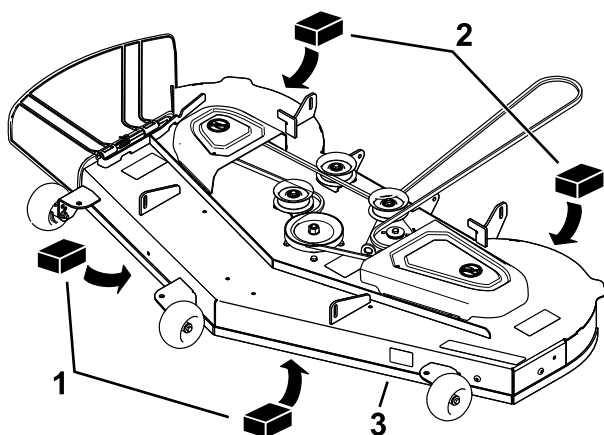

Figure 61
- Placez deux cales de 6,6 cm (25/8 po) d'épaisseur chacune sous chaque côté du bord avant du tablier de coupe, mais pas sous les supports des galets anti-scalp (Figure 61).
- Placez deux cales de 7,3 cm (27/8 po) d'épaisseur chacune sous le bord arrière de la jupe du tablier de coupe, une de chaque côté (Figure 61).